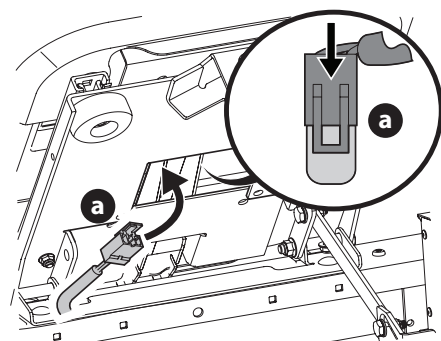

Fig. 10
4. Inserte el mazo de cables (a) en la parte inferior del asiento (Fig. 10).
NOTA: al conectar el mazo de cables (a), asegúrese de empujar el exceso de cable del mazo de cables (a) al interior del orificio de la caja del asiento antes de continuar (Fig. 10).